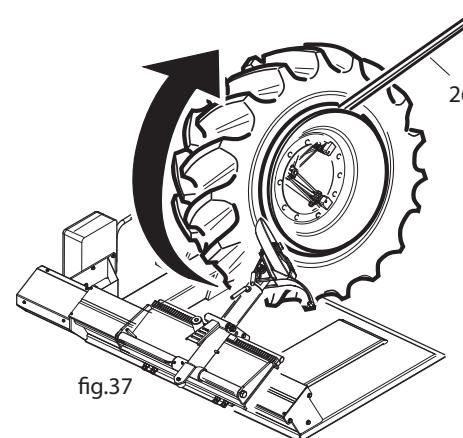

fig.37
- » Posizionare l'utensile stallonatore a filo del cerchione. Tenendo la copertura in rotazione, premere sul tallone e liberare l'anello di bloccaggio che verrà poi tolto con la leva (26) (fig.37).
- » Position the bead breaking tool along the edge of the rim. While rotating the tyre, press on the bead to free the locking ring, which is then removed with the lever (26, fig. 37).
- » Positionner l'outil détalonneur au fil de la jante. En gardant la couverture en rotation, appuyer sur le talon et libérer la bague de blocage qui sera enlevée ensuite au moyen du levier (26) (fig. 37).
- » Das Wulstabdrückgerät auf gleicher Höhe des Felgens positionieren. Die Decke in Bewegung halten, auf den Wulst drücken und den Blockierring freilegen, der dann mit dem Hebel entfernt wird (26) (Abb. 37).
- » Colocar el utensilio destalonador al borde de la llanta. Manteniendo el neumático en rotación, apretar sobre el talón y liberar el anillo de bloqueo que se quitará después con la palanca (26) (Fig. 37).